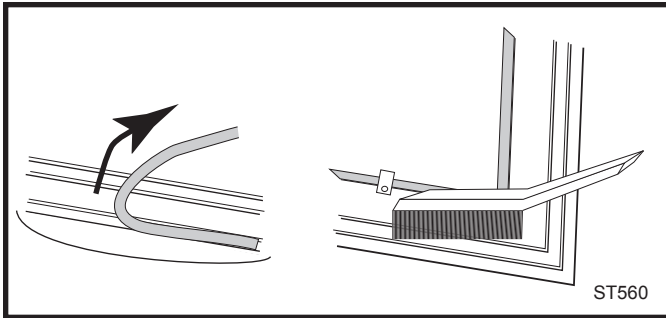

Fig. 45 Retirez le joint puis nettoyez le profilé à l'aide d'une brosse métallique
1. Retirez le joint existant en le tirant fermement par une extrémité. (Fig. 45)
2. Nettoyez la colle ou les morceaux de joint dans le profilé à l'aide d'une brosse métallique ou de la pointe d'un tournevis. Retirez les dépôts résistants de ciment avec un ciseau à froid, le cas échéant. (Fig. 45)